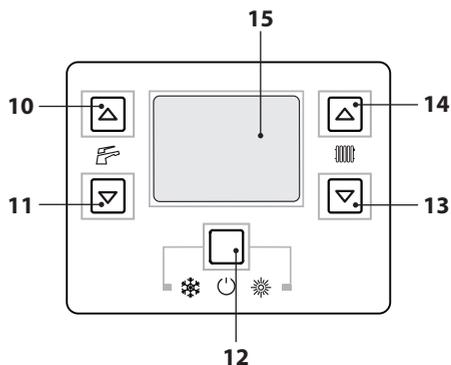

Figura 7.2
• Entrare in "modalità programmazione" premendo contemporaneamente per 10 secondi i tasti 12-13-14 (Figura 7.2) fino a far apparire sul display LCD le lettere **P01** che si alternano con il valore del parametro, indicanti l'entrata nel "parametro 01" (Figura 7.3).
- Premere il tasto 13 o 14 (Figura 7.2) per scorrere i parametri fino al parametro **P09** che si alternano con il valore del parametro, indicanti l'entrata nel "parametro 09" (spazzacamini, **00** = spazzacamino non attivo) (Figura 7.4).
- Utilizzare i tasti 13 o 14 (Figura 7.2) fino a portarsi allo stato **dP** (spazzacamino attivo in massimo sanitario) e premere il tasto 12 per confermare. Sul display appare **dP** alternato alla temperatura massima in sanitario.
- Entrare in "modalità programmazione" premendo contemporaneamente per 10 secondi i tasti 12-13-14 (Figura 7.2) fino a far apparire sul display LCD le lettere **P01** che si alternano con il valore del parametro, indicanti l'entrata nel "parametro 01" (Figura 7.3).
- Premere il tasto 14 (Figura 7.2) per scorrere i parametri fino al parametro **P09** (spazzacamini) (Figura 7.4).
- Agire sui tasti 14 o 13 (Figura 7.2) per incrementare o decrementare il valore. Attendere 3 secondi per stabilizzare la pressione del gas quindi leggere il valore sul manometro gas. **Ricordarsi di mantenere l'andamento in salita.**
- Premere il tasto 11 (Figura 7.2) per 5 secondi per memorizzare il valore.
- Premere il tasto 10 (Figura 7.2) per passare alla taratura del minimo gas. Il display visualizza S-L alternato al parametro potenza minima assoluta (Figura 7.14).
- Agire sui tasti 14 o 13 (Figura 7.2) per incrementare o decrementare il valore. Attendere 3 secondi per stabilizzare la pressione del gas quindi leggere il valore sul manometro gas. **Ricordarsi di mantenere l'andamento in discesa.**
- Premere il tasto 10 (Figura 7.2) per verificare il valore massimo impostato ed eventualmente correggerlo seguendo la procedura sopra descritta.
- Premere il tasto 10 (Figura 7.2) per verificare il valore minimo impostato ed eventualmente correggerlo seguendo la procedura sopra descritta.